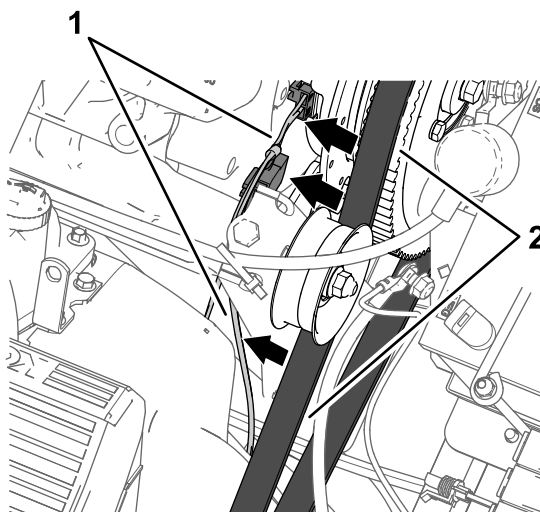

Figura 167
4. Encaminhe a secção de cablagem de 84 cm para o motor e bomba do pulverizador de forma a que fique afastada da correia do alternador (Figura 167).